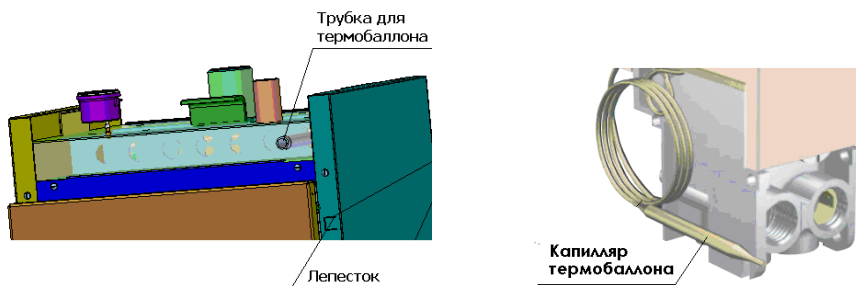

Рис.20 Установка термобаллона
7.6 Медную трубку (капилляр) термобаллона термодатчика горелки (**рис.20**) развернуть и протянуть по правой боковине котла, заправив вместе с проводами за лепестки.